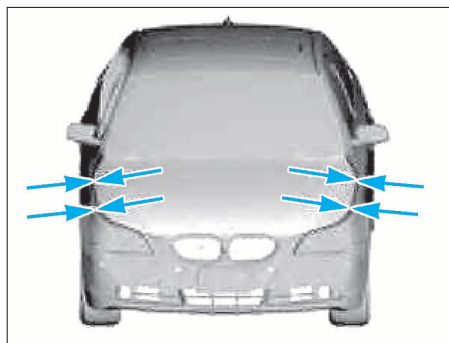

FIG. 41
- Ajuster le capot avant (Fig.41).